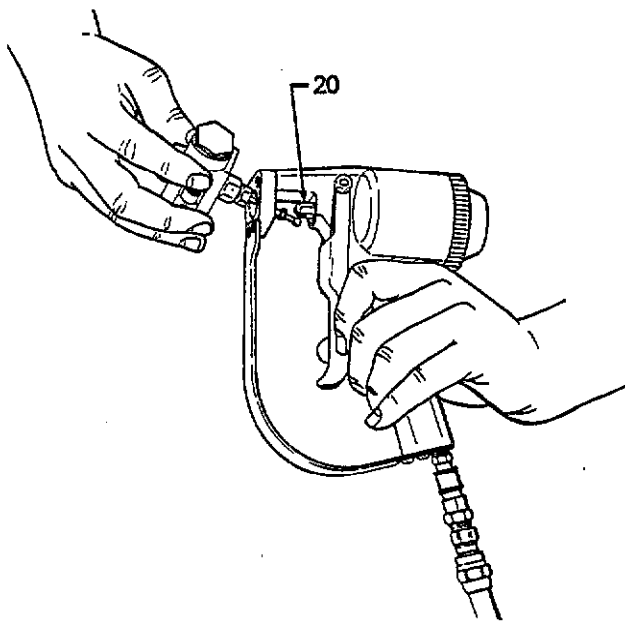
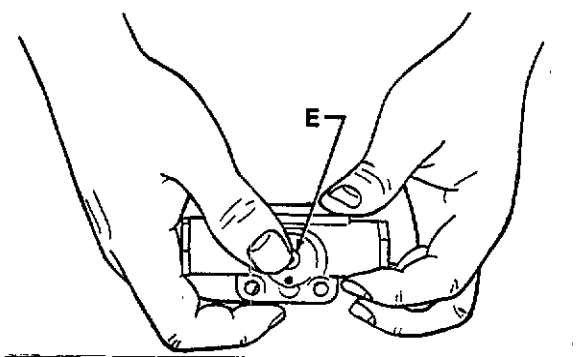

Fig 12
Fig 13
5. Bascular el conjunto de transferencia hacia arriba y hacer pivotar la bola de la aguja hacia el alojamiento del vástago de pistón (20). Retirar el conjunto de la pistola. Ver Fig. 12.
6. Retirar la aguja por la parte trasera del conjunto boquilla; Desenroscar y retirar el tope de boquilla (23) y desmontar la tapa de aire (24). Sumergir las piezas en el solvente.
7. Con los dedos o con un instrumento suave, tal como una goma de lápiz, empujar la boquilla (E) por la parte delantera del cuerpo para evacuarla por la parte trasera de éste. Sumergir la boquilla en el solvente teniendo el cuidado de separarla de las otra piezas para evitar dañarla. Ver Fig. 13.